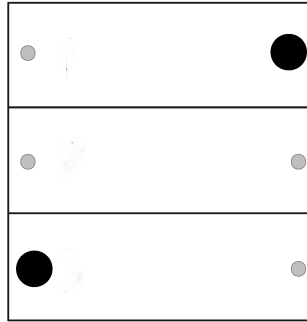

Figure 7: Activation du mode de programmation pour touches de scène
- Appuyer simultanément pendant 4 secondes sur les touches supérieure gauche et inférieure droite (Figure 7).
- Appuyer brièvement simultanément sur les touches supérieure droite et inférieure gauche (Bild 7).